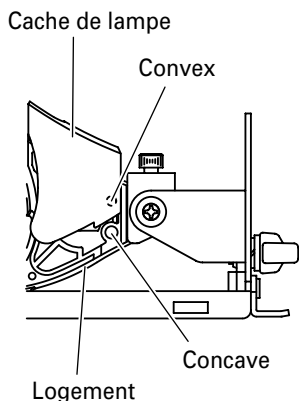

Fig. 19 <Vue latérale>
- (1) Retirer la section convexe du couvercle de la lampe de la section concave du logement, puis sortir le couvercle de lampe en tirant dessus dans le sens de la flèche, comme indiqué à la Fig. 19.